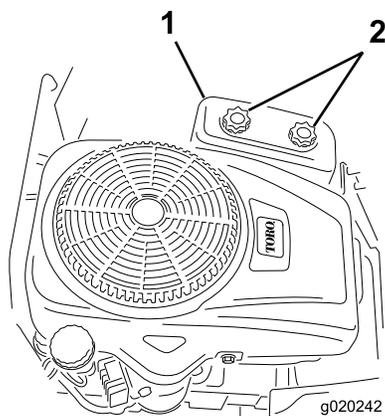

Bild 27
4. Schrauben Sie die zwei Handräder ab, um die Luftfilterabdeckung zu entfernen (Bild 27).
3. Setzen Sie die Luftfilterabdeckung auf und ziehen die zwei Handräder an (Bild 27)